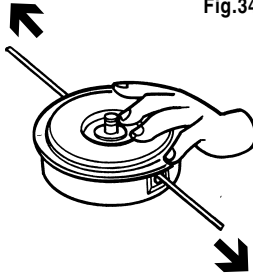

Fig.35
4) Dokręcić do oporu nakrętkę w kierunku zgodny z ruchem wskazówek zegara (fig.35). W przypadku zużycia nakrętki należy ją wymienić.